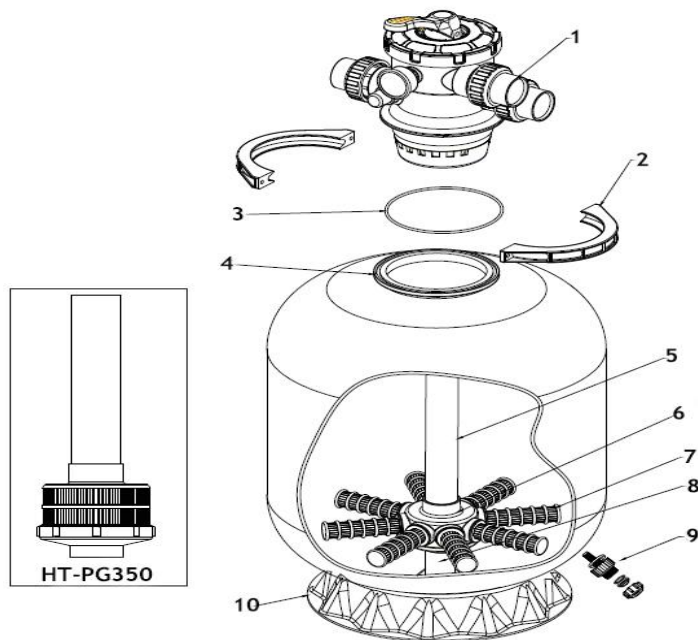

Figure 2
(2). Los brazos colectores están dañados.(Compruebe la imagen 2, brazos colectores, pieza No.7).	(2). Si el tubo de salida de agua también pierde, los brazos colectores estarán rotos y deberán reemplazarse. (Mire imagen 2, brazos colectores, pieza No.7).